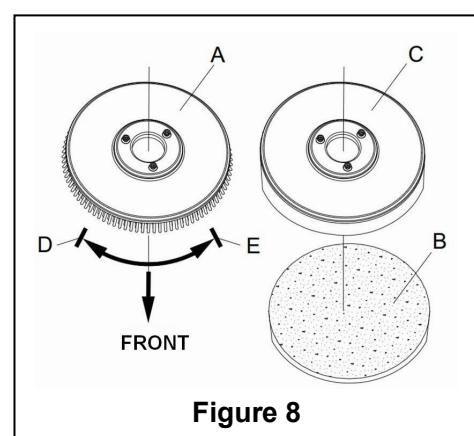

Figure 8
Selon le type de sol à nettoyer, la machine peut être équipée d'une brosse (Figure 8, A) ou d'un support de disque de nettoyage (Figure 8, B et C).
1. (Uniquement applicable sur **AS430B** et **AS510B**) : assurez-vous que l'interrupteur (41) est en position arrêt (**O**).
2. Appuyez sur le guidon (2) pour incliner la machine vers l'arrière (26).
3. Placez la brosse (A) ou le plateau porte disque (B - C) selon le cas.
4. Utilisez le guidon (2) pour approcher le carter de la brosse (26) afin qu'il entre en contact avec la brosse ou le plateau porte disque.
5. Pour installer automatiquement la brosse/plateau porte disque, placez l'interrupteur d'alimentation (41) sur la position "I" et appuyez sur l'interrupteur de sécurité. Pousser doucement la machine vers l'avant afin de permettre à la roue de la courroie au fond du corps du réservoir de s'aligner avec la brosse ou le plateau porte disque qui peut ensuite être installé. Puis relâchez l'interrupteur de sécurité. Si nécessaire, répétez cette procédure jusqu'à ce que la brosse/le plateau porte disque soit installé.
6. Si l'étape 5 ci-dessus s'avère difficile, utilisez la méthode manuelle en suivant la flèche (D) pour installer la brosse/le plateau porte disque (comme indiqué dans la figure 8).
7. Pour retirer automatiquement la brosse/le support du patin, tournez l'interrupteur d'alimentation jusqu'à la position "**O**". Tenez le guidon avec la main puis appuyez sur la machine vers le bas jusqu'à ce que la roue de guidage touche le sol et que la brosse/le plateau porte disque soit suspendu dans l'air. Mettez l'interrupteur d'alimentation (41) sur la position "I" et appuyez sur l'interrupteur de sécurité pour laisser la brosse ou le plateau porte disque tourner jusqu'à ce que la brosse/le plateau tombe au sol.
8. Si l'étape n° 7 ci-dessus s'avère difficile, utilisez la méthode manuelle en tournant la brosse/le plateau porte disque dans la direction opposée au sens normal de rotation, il peut alors être retiré. (comme indiqué dans la Figure 8)